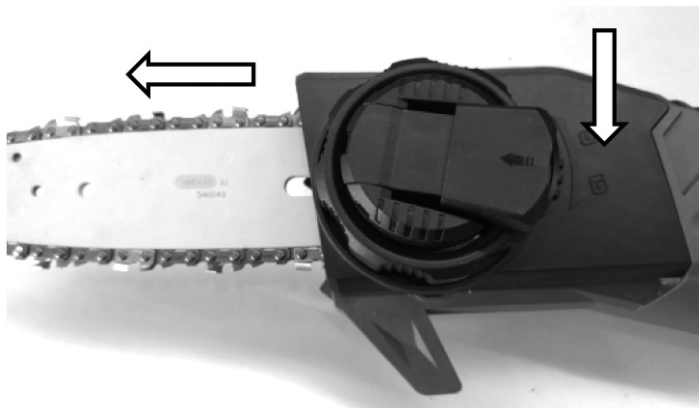

Рисунок 9. Схема встановлення напрямної «шини».
– обережно, в рукавичках, потягнути пиляльний ланцюг зусиллям руки. Якщо між пиляльним ланцюгом і напрямною шиною залишається відстань 5-7 мм, як показано на малюнку нижче (рис. 9), то натяг є правильним. Нормально натягнутий ланцюг має від зусилля руки рухатися за напрямною шиною та не виходити за її межі понад 5–7 мм. Якщо зазор більше або менше цього показника, необхідно відрегулювати натягнення ланцюга.